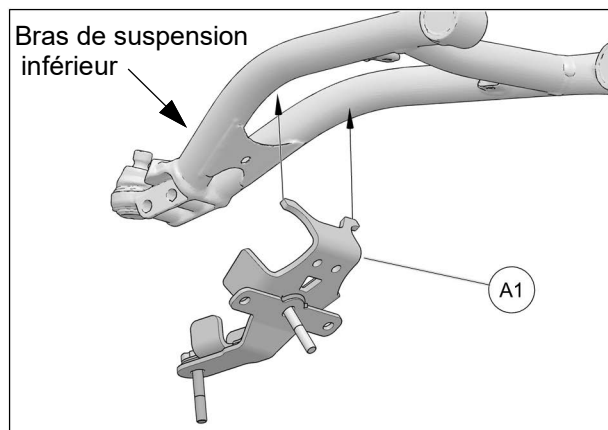

Fig. 15
6. Positionner la partie inférieure de l'ancrage (**A1**) sous le bras de suspension inférieur. Accrocher l'arrière de l'ancrage aux membres du bras de suspension. Voir la Fig. 15